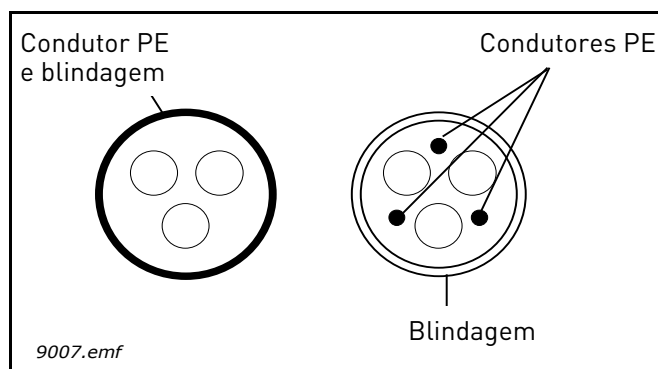

Figura 21.
- 2 = Cabo de alimentação simétrico equipado com fio de protecção concêntrico e destinado à tensão de rede específica. (MCMK ou semelhante recomendado). Consulte a Figura 21.
- 3 = Cabo de alimentação simétrico equipado com blindagem de baixa impedância compacta e destinado à tensão de rede específica. [MCCMK, EMCMK ou semelhante recomendado; impedância de transferência de cabo recomendada (1...30 MHz) máx. 100 mohm/m]. Consulte a Figura 21.